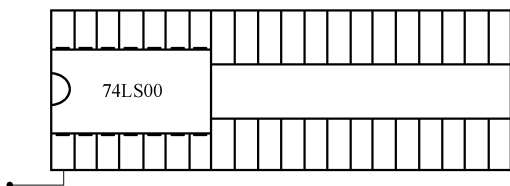

图 7-7 测试 74LS00 好坏
② 器件型号判别：当不知被测器件型号时，仪器可依据其逻辑功能来判断其型号。
③ 器件老化测试：当怀疑被测器件的稳定性时，仪器可对其进行连续老化测试。
④ 器件代换查询：数字集成电路测试仪可显示有无逻辑功能一致、引脚排列一致的器件型号。
⑤ 内部 RAM 数据修改：ICT-33C 可用键盘对自己内部 RAM 中的数据进行随机修改。
⑥ EPROM、E²PROM 器件读出：ICT-33C 可将 64KB 以内的 EPROM、E²PROM 器件内的数据进行读出并保存。
⑦ EPROM、E²PROM 器件写入：ICT-33C 可将内部 RAM 中的数据写入到 64KB 以内的 EPROM、E²PROM 器件中，并自动校验。
① 判别器件好坏（以测试 74LS00 为例）：自检正常后，液晶显示屏显示“PLEASE”，此时再输入“7400”，接着将被测器件 74LS00 放上锁紧插座并锁紧，如图 7-7 所示，按下“好坏判别”键，若显示“PASS”，并伴有高音提示，则表明器件逻辑功能完好，黄色 LED 灯点亮；若显示 FALL，同时有低音提示，则表示器件逻辑功能失效，红色 LED 灯点亮。